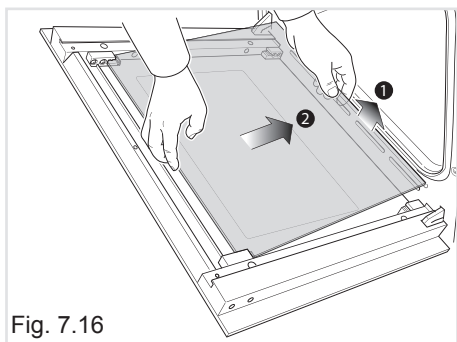

Fig. 7.16
- Soulevez doucement le bord inférieur de la vitre (flèche 1 sur la fig. 7.16) et retirez-la en la dégageant des pinces supérieures (flèche 2 sur la fig. 7.16).